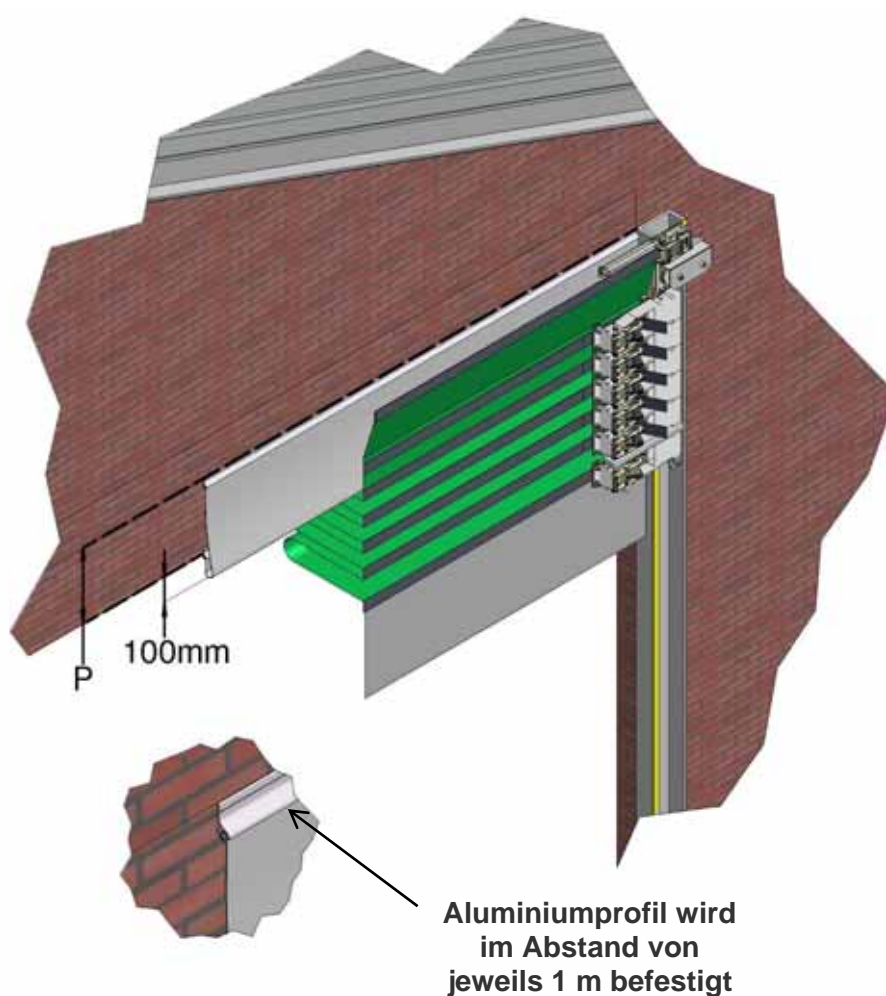

Abbildung 16
17. Galebreaker®-Blende: Sofern erforderlich, wird die Blende über die gesamte Breite der Öffnung zwischen der Oberseite des Schienensystems und der Unterseite der Gebäudeverkleidung angebracht. Das Blendenmaterial wird mit einem 45 mm hohen Aluminiumprofil entlang der Oberseite und der Unterseite befestigt (Abbildung 16). Dieses Profil muss auf eine ebene Oberfläche aufgebracht werden. Die einzelnen Befestigungspunkte dürfen dabei nicht weiter als 1 m auseinander liegen. Vergewissern Sie sich, dass die Gebäudefassade diesen Anforderungen entspricht.
Geben Sie bei der Bestellung bitte die in Abbildung 16 gezeigte Höhe P an. Bitte beachten Sie: